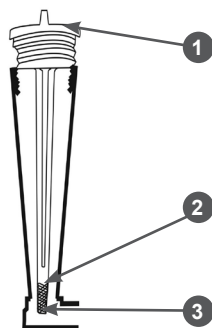

Рис. 13 Уровень масла в картине двигателя
4. Подождите примерно 1 минуту, после чего установите крышку-щуп в отверстие горловины, не закручивая её (Рис. 13).
4. Аккуратно извлеките щуп и осмотрите его. Уровень масла должен соответствовать верхней отметке на щупе (Рис. 13).
При недостаточном уровне масла в картере необходимо долить чистое масло до верхней отметки на щупе (Рис. 13).